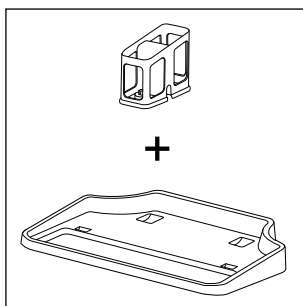
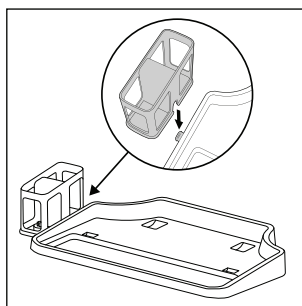

Fig. 4
Fig. 5
- ♦ O suporte de armazenamento e limpeza é composto por uma base de imobilização ❸ e um suporte de rolo de escova ❹ (ver fig. 4). Para montar o suporte de armazenamento e limpeza, desloque o suporte do rolo de escova ❹ lateralmente para a abertura existente na base de imobilização ❸. Desloque o suporte do rolo de escova ❹ para baixo, para dentro da abertura, até este ficar devidamente fixo na base de imobilização ❸ (ver fig. 5).